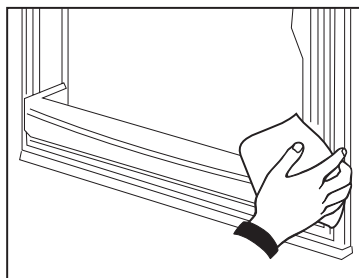

Fig.7
- Si el sello magnético está sucio la puerta no cerrará bien, haciendo que el refrigerador y el congelador no funcionen eficientemente. Límpielo con un paño y detergente líquido neutro. Ver. Fig. 7